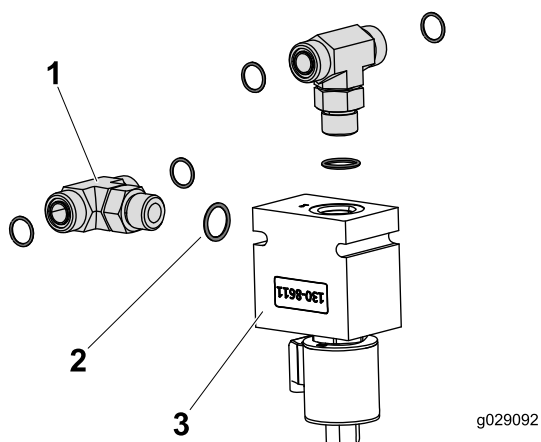

Figura 15
2. Instale as duas uniões em T e anéis de retenção na válvula do coletor como se mostra em Figura 15.